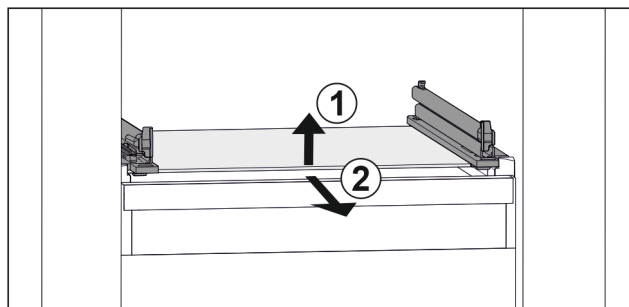

Fig. 46 Príklad zobrazenia sklenenej dosky
- Nadvihnite sklenenú dosku vpredu. Fig. 46 (1)
- Odoberte sklenenú dosku dopredu. Fig. 46 (2)